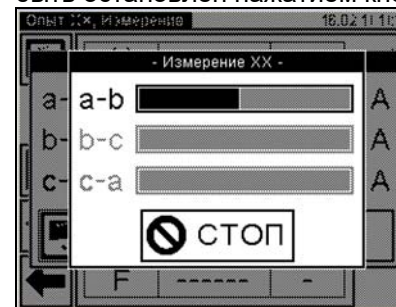

Рисунок 6.44
10) По достижении требуемого значения напряжения нажать кнопку  "Измерение" для запуска собственно измерения. На экране появится окно, демонстрирующее динамику процесса измерения (рисунок 6.44). При необходимости этот процесс измерения может быть остановлен нажатием кнопки .